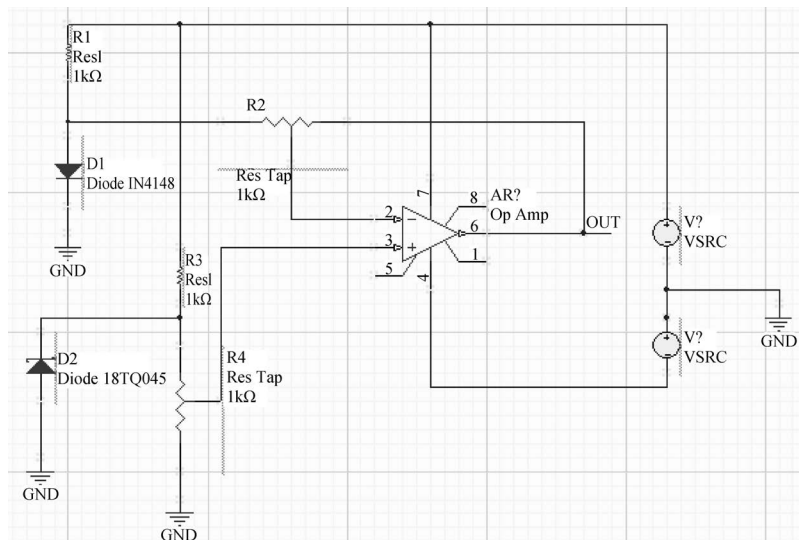

图 3-59 连接电路元件和信号源
(4) 单击 AD 软件主界面下工具栏内的连线按钮,将这些元件和信号源按照图 3-59 所示的方式进行连接。